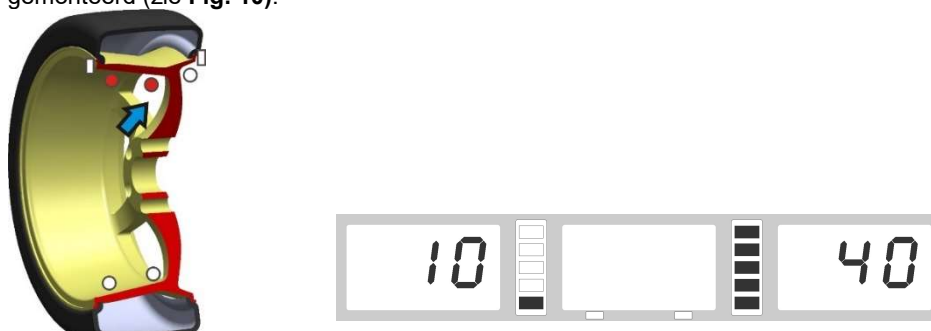

Fig. 10
- Als je het wiel langzaam linksom draait, toont het rechter display met volledig verlichte LED's de juiste hoekpositie waarin de balanceergewichten (12 uur positie) aan de buitenkant moeten worden gemonteerd (zie Fig. 10).